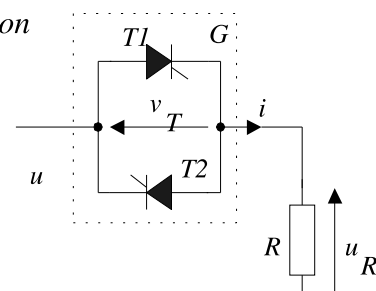

Figure 1
**EXERCICE 4 :** On considère le montage représenté figure 1 où  $u$  est une tension sinusoïdale de valeur efficace  $U = 380 \text{ V}$  et de fréquence  $f = 50 \text{ Hz}$ .